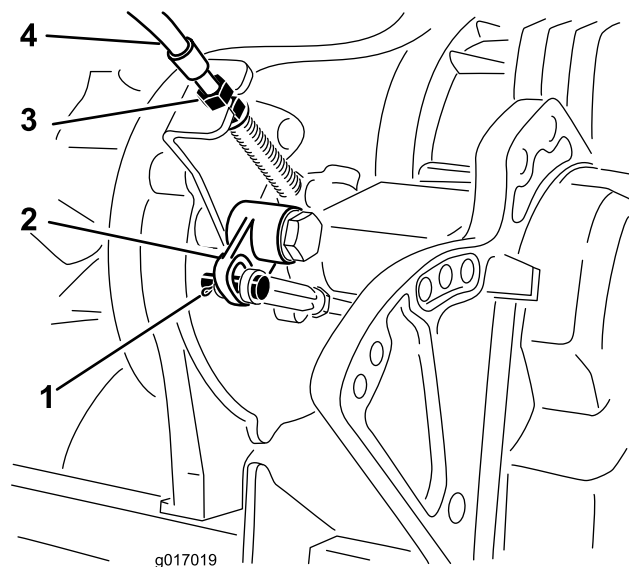

Figura 46
Nota: In caso di effettivo allentamento, regolate i controdadi sulla paratia (Figura 46) per tendere il cavo senza allungare la molla.
4. Togliete la coppiglia e i perni con testa che fissano il perno con testa dell'asta della leva a squadra alla leva della leva a squadra (Figura 46).
5. Scollegate il perno con la testa dalla leva della leva a squadra (Figura 46).
8. Sulla paratia di trasmissione (Figura 46), regolate i controdadi del cavo in modo da ridurre la distanza alla leva a squadra adeguandola alla modifica precedente.